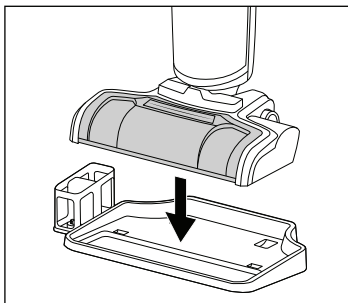

Fig. 45
- ◆ Para armazenar o aparelho, coloque-o sobre a base de imobilização **4** do suporte de armazenamento e limpeza (ver fig. 45).